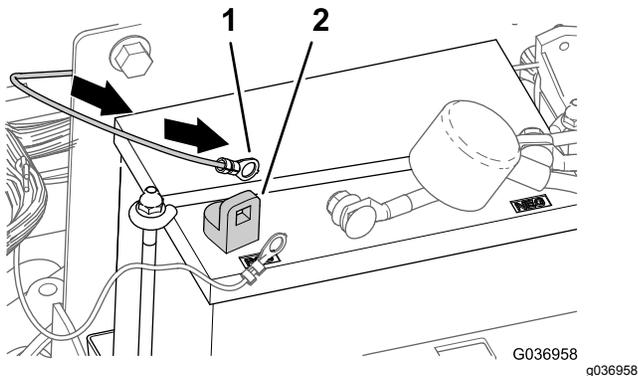

Bild 10
2. Verlegen Sie das Ende des Kabelbaums mit dem Kabelbaum zum Pluspol der Batterie (Bild 10).